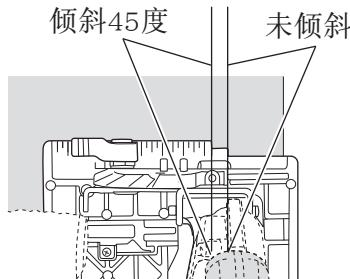

图34
(1) 将底座置于材料上，然后将记号线和锯片对准底座前面的凹槽（图34）。
(2) 底座无倾斜角度时，使用凹槽右侧（图34, 图35）。
如果底座有倾斜角度（45度），使用凹槽左侧（图34，
- (4) 将电锯向前倾斜，并将凹槽（第34页的图34）对准预先标记的基准线。
- (5) 松开控制杆。下护罩与工件表面接触时，将处于适当位置以便于在开始锯割时自由打开。
- (6) 使电锯处于适当位置，确保刀刃未接触工件表面，拉动扳机。
- (7) 电锯达到全速模式后，逐渐放下电锯后部，直至底座接触工作台表面。
- (8) 沿切割线将电锯移动至边角。
- (9) 松开扳机，待刀刃完全停止，再从工件将刀刃取下。
- (10) 用曲线锯或手锯将边角锯割干净。
- (11) 新开始锯割时，重复上述操作。